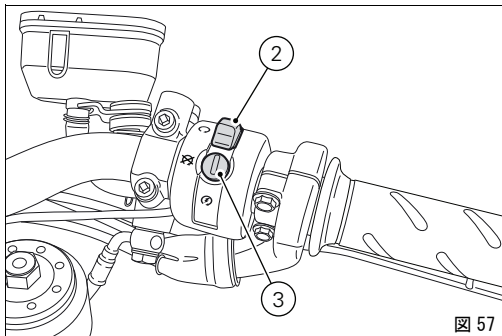

図 57
- 2) エンジnstopsスイッチ (2、図 57) が○(RUN) の位
ン (3、図 57) を押します。